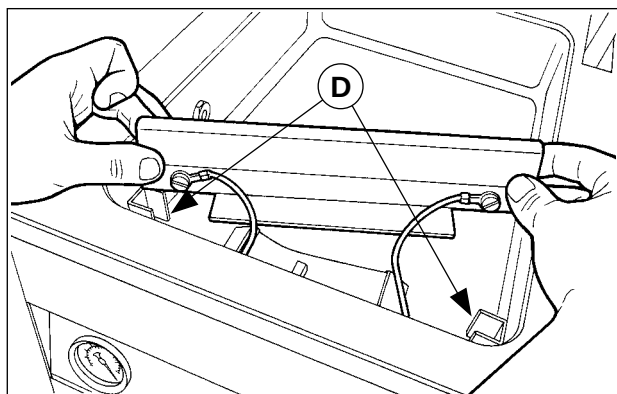
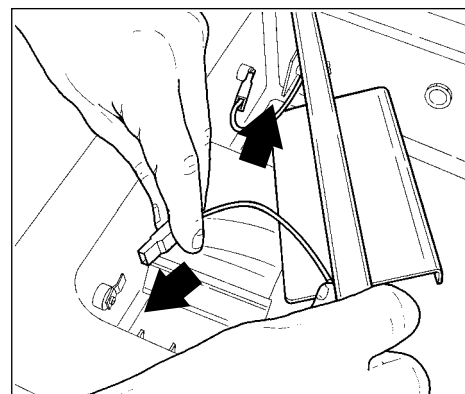

Abb. 6
Abb. 7
- 5) Fügen Sie die Schweißleiste in die Führungen (D - Abb. 6) ein und schließen Sie die Kabel unlösbar an (Abb. 7).